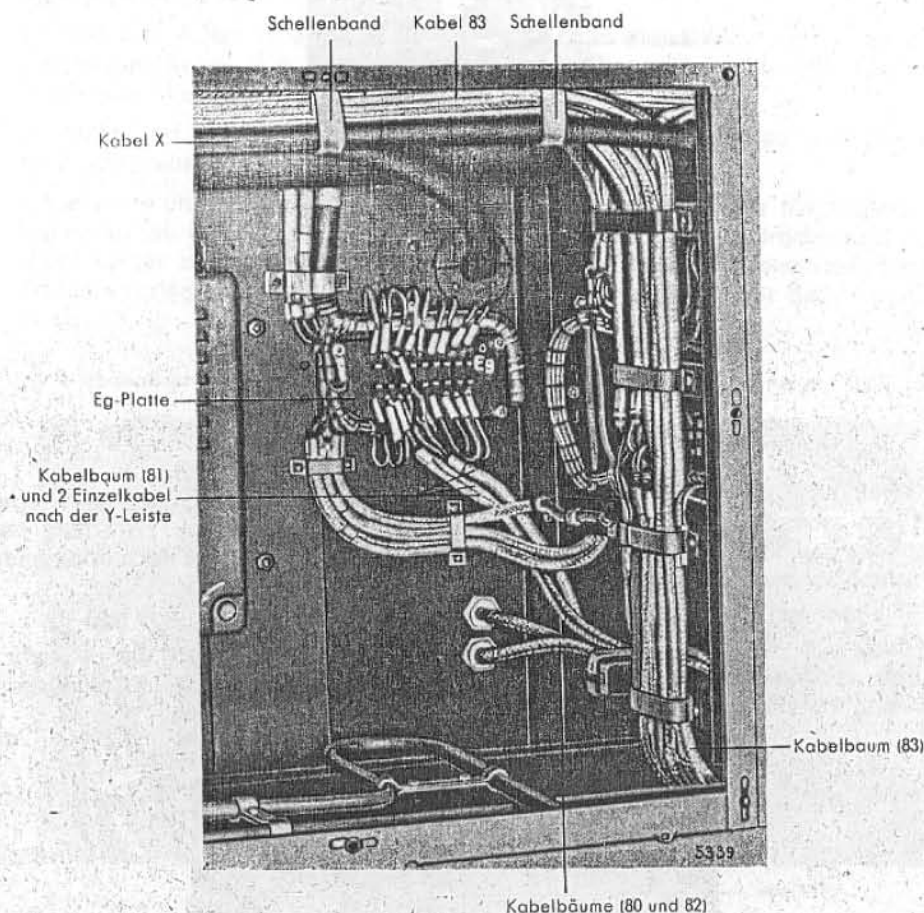
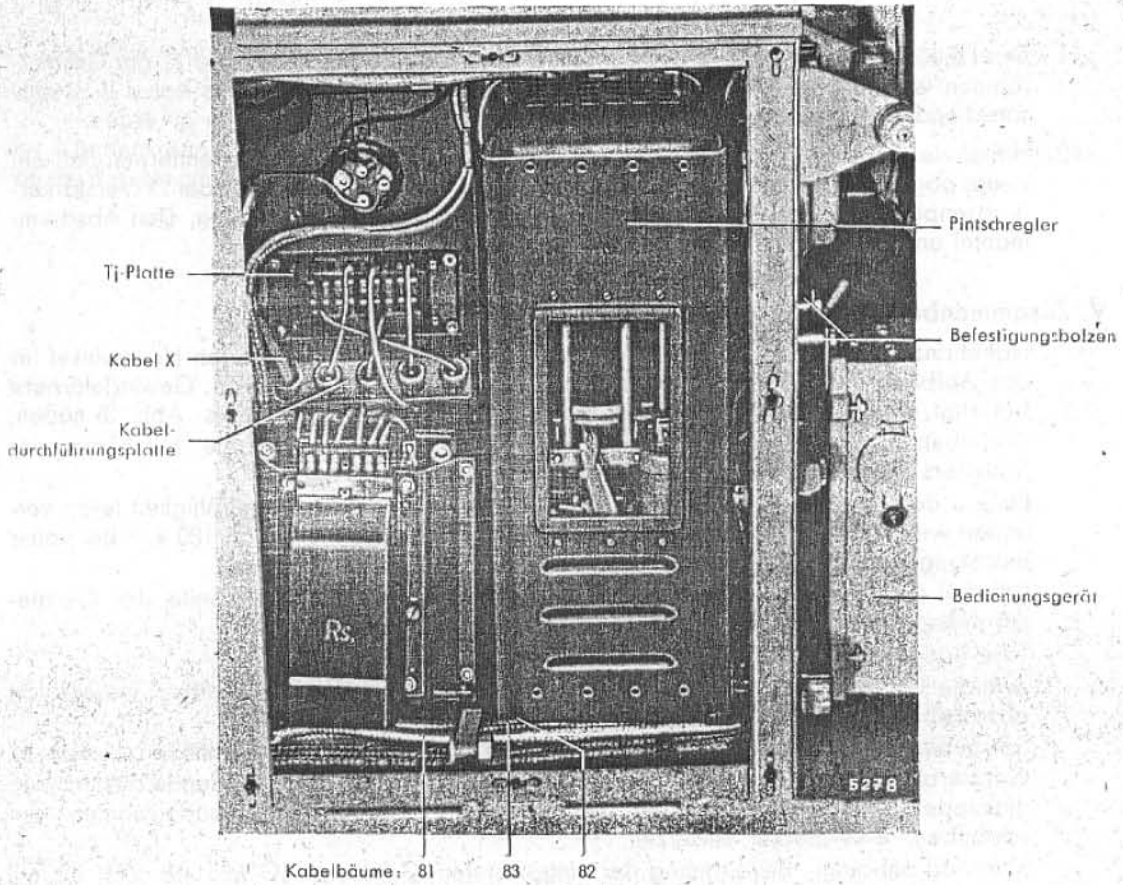
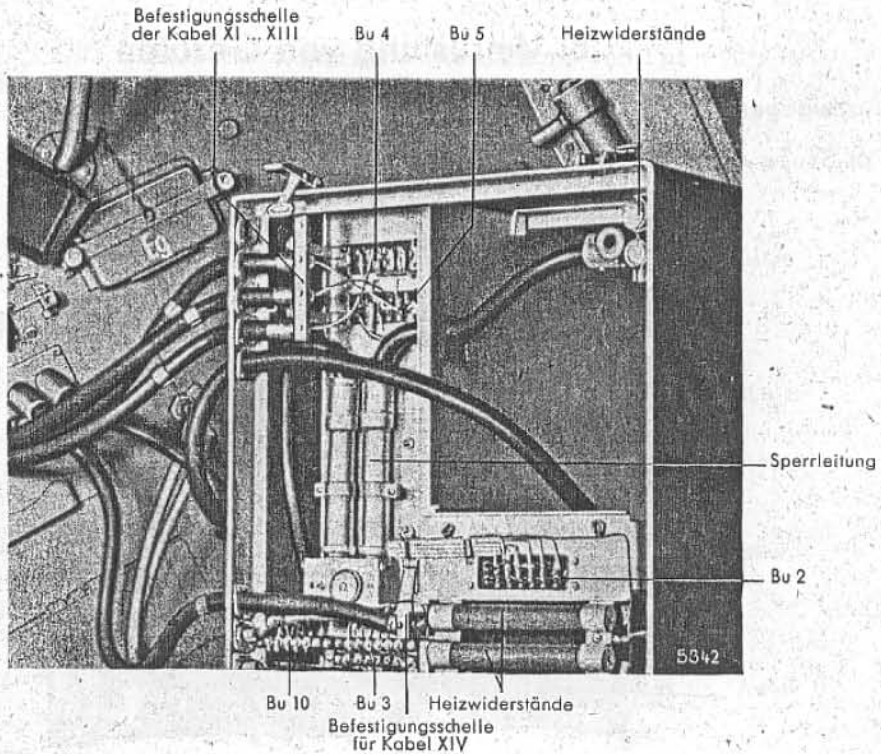

Abb. 18. Verlegung der Kabel 81, 82 und 83 an der Eg-Platte.
Abb. 19. Verlegung der Kabelbäume (81...83) im Pintschreglerraum.
Abb. 20. Befestigung der Kabel im Kennungsgehäuse.
4. Kabelbaum $7 \times 0,75$, 3,72 m lang (früher Kabel 83) wird von C-Leiste nach Me-Platte verlegt im Zuge der bereits vorhandenen anderen Kabelstränge, durch den Turmunterteil, durch den Ausleger zur Me-Platte. Soweit möglich wird der Kabelbaum unter den Schellen für den Kabelstrang mit festgelegt (s. Abb. 18 und 19).
Ein Einzelkabel von der Y-Leiste, Klemme 18, nach der Eg-Platte, Feder 16, verlegen (Abb. 18).
Ein Einzelkabel von der Y-Leiste, Klemme 17, nach der Eg-Platte, Feder 15, verlegen (Abb. 18).
9. Kabelbaum $3 \times 0,75$, 1,21 m lang (früher Kabel 81), wird von der Me-Platte nach der Eg-Platte verlegt (Abb. 18). Er wird am Boden des Auslegers mit dem 10- und dem 7adrigen Kabelbaum zusammen unter den gleichen Schellen wie der bereits vorhandene Kabelstrang festgelegt (s. Abb. 19). Am Gestell für die X- und Y-Leiste wird er mit Schellenband befestigt.
10. Kabel XI...XIV werden erst am Kennungsgerät montiert (s. Abb. 20).
Die Mäntel der Kabel XI...XIV werden an die Tj-Platte, Feder 7, gelegt und von hier nach Gehäuse gut leitend verbunden (s. Abb. 19). Im Kennungsgehäuse sind die Abschirmungen der HF-Kabel unter den Schellen gut mit Masse verbunden (s. Abb. 20).